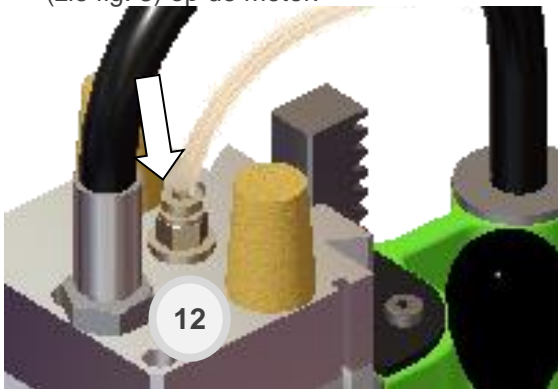

Fig. 3
7. Steek het vrije uiteinde van de koelsmeerslang 8 van de drukfles in de daarvoor bestemde stopnippel 12 (zie fig. 3) op de motor.